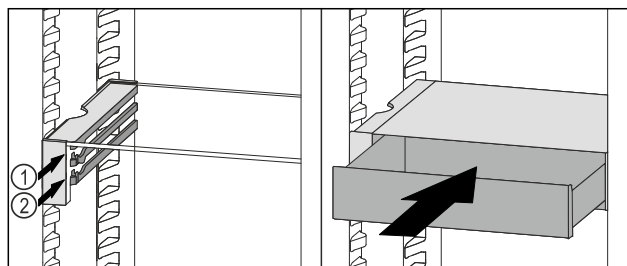

Fig. 116
- Plasser VarioSafe-skuffen bak stopperne på ønsket rille Fig. 116 (1) eller Fig. 116 (2).